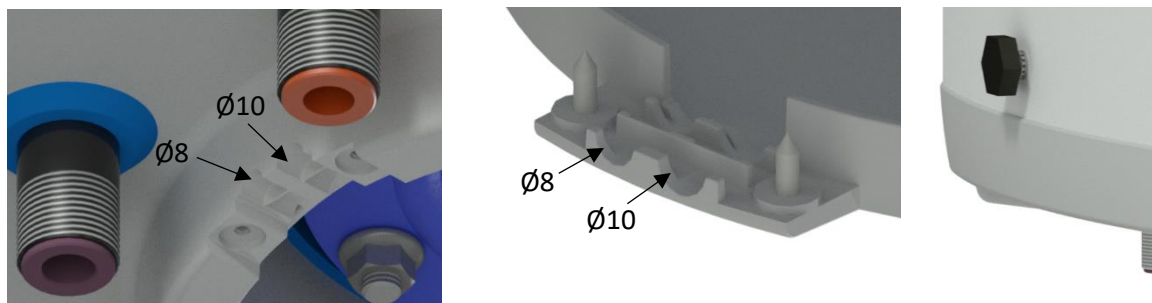
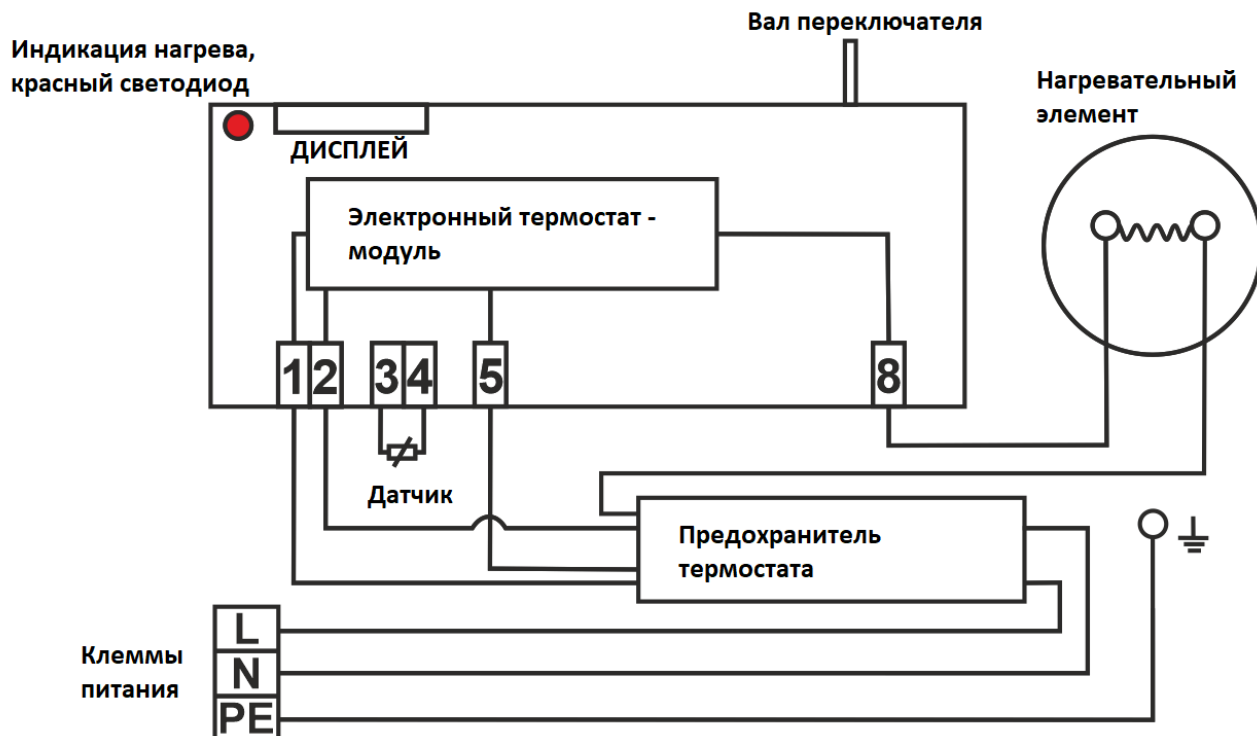

Рисунок 6
Рисунок 7
Подключение выполните согласно схеме. Подключение, выполненное на заводе, запрещено менять! (Рисунок 7). В крышке электропроводки снимите перегородку, соответствующую диаметру подводящего провода  $\phi 8$  или  $\phi 10$  (Рисунок 6). Степень защиты электрических компонентов водонагревателя - IP 44. Потребляемая мощность электрического нагревательного элемента - 2200 Вт.
- Схема эл. подключения прилагается к водонагревателю на крышке электропроводки (Рисунок 7).